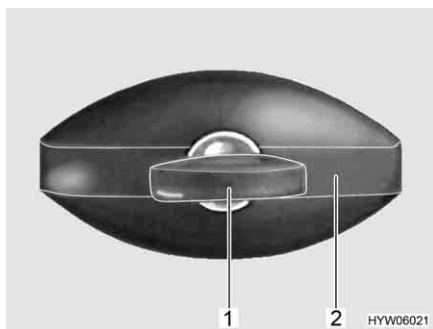

Fig. 33 Serrure du portillon, en forme d'ellipse
- Insérer la clé dans le barillet (Fig. 33,1) et la tourner d'un quart de tour dans le sens inverse des aiguilles d'une montre. La poignée de la serrure (Fig. 33,2) ressort.